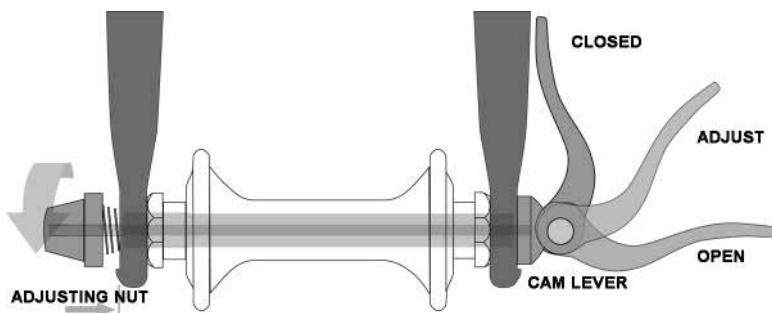
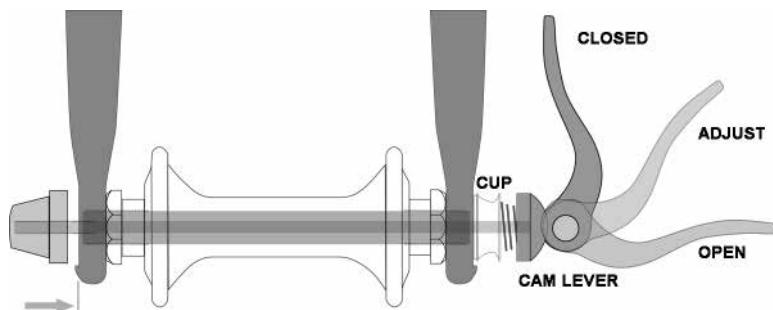

Abb. 16
Abb. 17
1. Eine Hohlachse, durch die eine Welle („Spannwelle“) mit einer einstellbaren Spannmutter an einem Ende und einem Spannhebel am anderen Ende läuft (Abb. 16, 17)
Gegenwärtig gibt es zwei Arten von Klemmvorrichtungen: das traditionelle Schnellspannsystem (Abb. 16) und das Achsmutternsystem (Abb. 17). Beide nutzen eine Klemmwirkung, um das Rad des Fahrrads festzuklemmen.
Einstellen des Nocken-und-Gehäuse-Mechanismus (Abb. 17)
(1) Wenn Ihr Fahrrad über eine Vorderradbefestigung mit Schnellspannhebel verfügt, bewegen Sie den Hebel aus der Verriegelungsstellung oder Stellung ZU in die Stellung AUF (Abb. 16, 17). Wenn die Vorderradbefestigung Ihres Fahrrades mit einer Durchsteckschraube erfolgte oder es eine Achsmutter hat, lösen Sie die Befestigung(en) mit einigen Umdrehungen im Uhrzeigersinn und mit einem geeigneten Schraubenschlüssel, einem Schlossschlüssel oder dem integrierten Hebel.
(2) Wenn Ihre Vordergabel über eine sekundäre Haltevorrichtung mit Aufklemnung verfügt, lösen Sie diese. Wenn Ihre Vordergabel über eine integrierte sekundäre Haltevorrichtung und ein traditionelles Achsmuttersystem (Abb. 16) verfügt, lockern Sie die Spannungseinstellmutter weit genug, um das Rad aus den Auslassungen entfernen zu können. Wenn Ihr Vorderrad ein Achsmuttersystem verwendet (Abb. 17), drücken Sie das Gehäuse und den Hebel zusammen, während Sie das Rad abnehmen. Bei dem Achsmuttersystem muss kein Teil gedreht werden.
(1) Wenn Ihr Fahrrad über eine Vorderradbefestigung mit Achsmuttersystem verfügt, bewegen Sie den Hebel vom Rad weg (Abb. 17). Das ist die Stellung AUF. Wenn Ihr Fahrrad über ein Schnellspannachssystem verfügt, gehen Sie weiter zum nächsten Schritt.
(2) Führen Sie das Rad bei nach vorn weisender Gabel so zwischen die Gabelstreben ein, dass die Achse fest oben an den Gabelaussfallenden sitzt. Der Hebel, falls vorhanden, sollte sich auf der linken Fahrradseite befinden (Abb. 16, 17). Wenn Ihr Fahrrad eine sekundäre Haltevorrichtung mit Aufklemnung hat, schließen Sie sie an.
(3) Wenn Sie einen herkömmlichen Achsmuttersystem haben: Halten Sie den Maulschlüssel mit der rechten Hand in der EINSTELLUNGS-Position, ziehen Sie die Spannungseinstellmutter mit der linken Hand fest, bis sie fest am Gabelaussfallende anliegt (Abb. 16). Wenn Sie ein Schnellspannsystem haben: die Mutter und das Gehäuse (Abb. 17) werden im ausgesparten Bereich der Gabelaussfallenden eingerastet sein und es sollte keine Einstellung erforderlich werden.
(4) Während Sie das Rad ganz nach oben in die Aussparungen in den Gabelaussfallenden drücken und gleichzeitig die Felge in der Gabel zentrieren
ZU (Abb. 16, 17). Der Hebel sollte jetzt parallel zu den Gabelbeinen sein und zum Rad hin geneigt sein. Um genügend Klemmkraft aufzubringen, sollten Sie mit Ihren Fingern die Gabelbeine fest umfassen, um eine Hebelwirkung zu erzielen, und der Hebel sollte dabei einen deutlichen Abdruck in Ihrer Handfläche hinterlassen.
Einige Fahrräder sind mit einer Sattelklemme ausgestattet. Die Sattelklemme funktioniert genau wie das traditionelle Schnellspannachssystem (6.A). Während die Befestigung wie eine lange Schraube mit einem Hebel an einem Ende und einer Mutter am anderen Ende aussieht, verwendet die Befestigung eine überzentrierte Wirkung, um die Sattelstütze sicher festzuklemmen (Abb. 16).